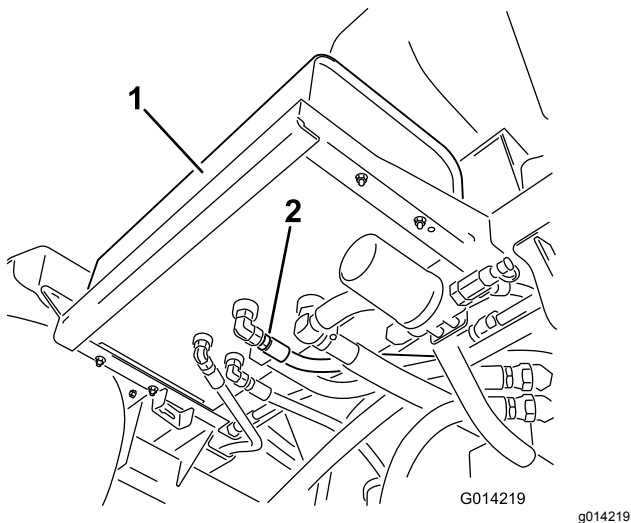

図 96
2. 油圧オイルタンクの底面についている油圧ホースフィッティングの周辺をきれいに拭く 図 96。
- ホースのフィッティングをタンクから外してオイルを容器に受ける 図 96。